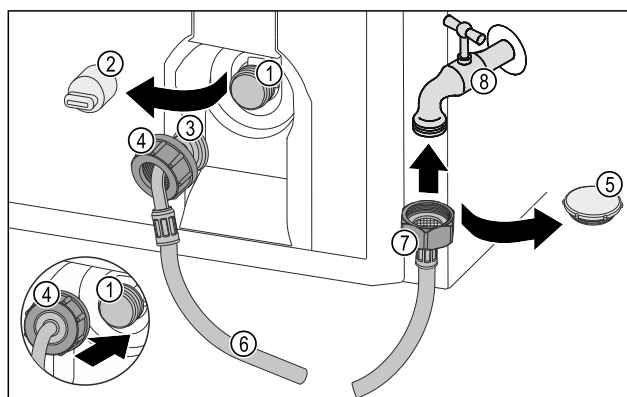

Fig. 72
- ▶ Odstranite zaporno loputo Fig. 72 (5).
- ▶ Ravni konec gibke cevi Fig. 72 (7) priključite na pipo za vodo Fig. 72 (8).
- ▶ Matico na ravnem koncu gibke cevi Fig. 72 (7) zategnite v smeri urnega kazalca.